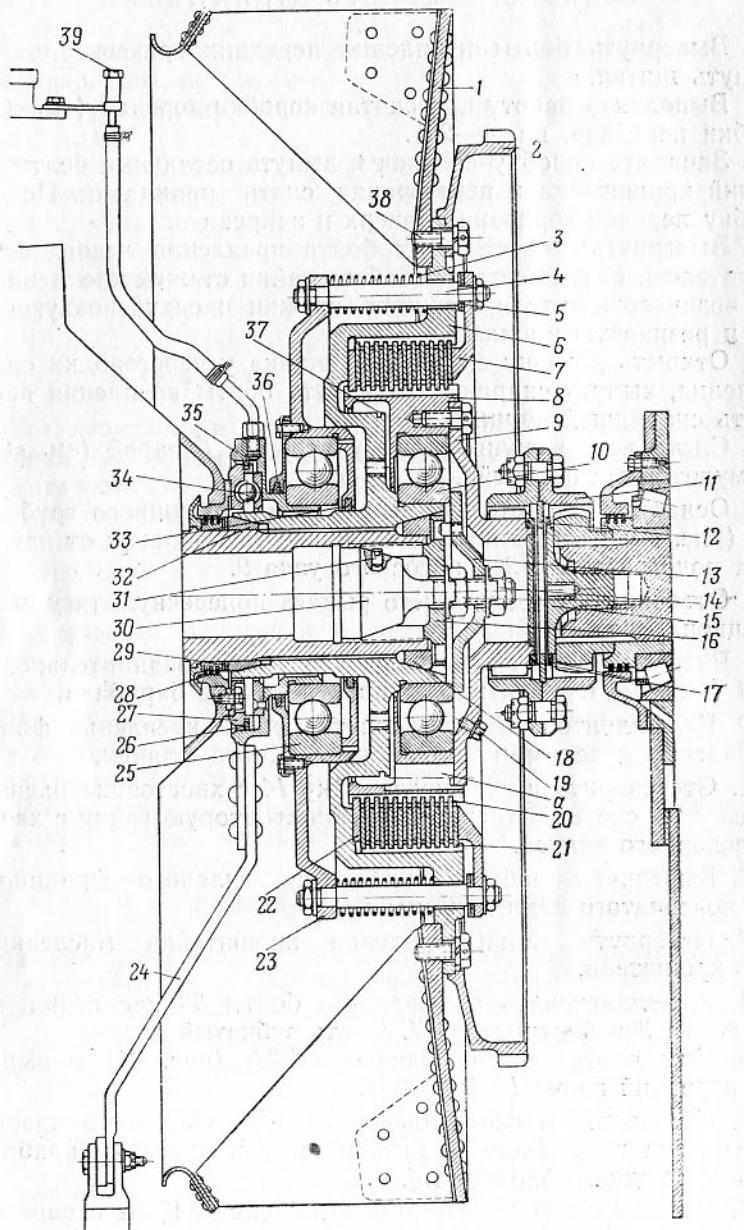
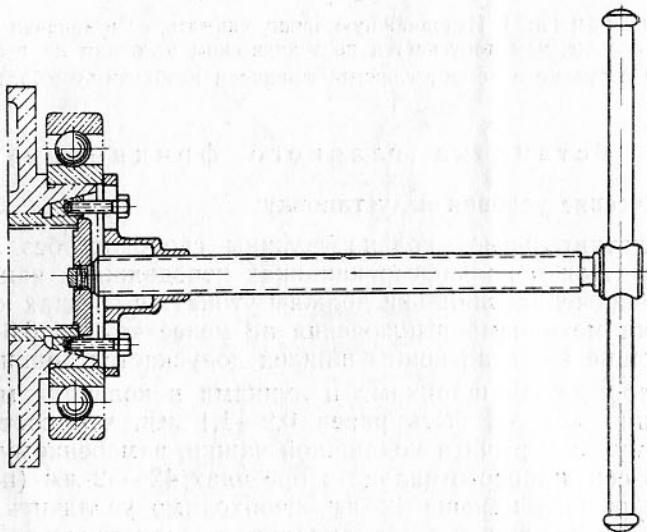
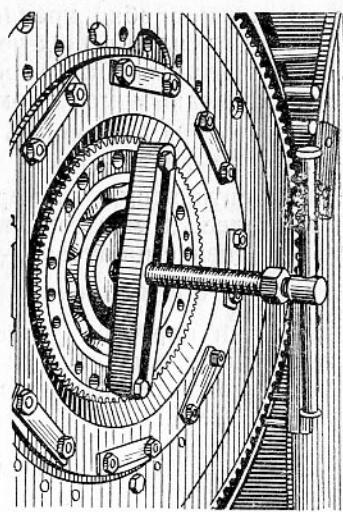
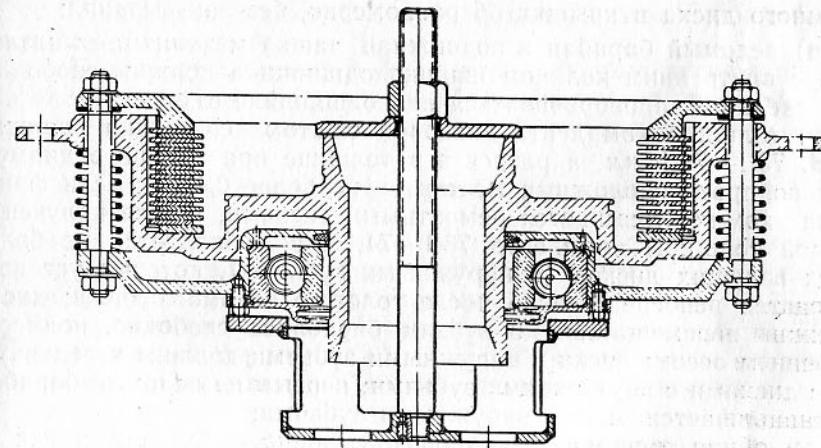

Рис. 33. Главный фрикцион (разрез):
Рис. 34. Установка приспособления УК-ЗА для спрессовки переднего конуса
Рис. 35. Установка приспособления УК-ЗА для спрессовки внутреннего (ведомого) барабана главного фрикционa
Рис. 39. Установка приспособления УК-9А для сжатия пружин главного фрикциона
9. Разъединить и снять переднюю часть соединительной муфты 11 (рис. 33) с зубчатки фланца 9 ведомого барабана.
15. Установить приспособление УК-3А (рис. 34) и выпрессовать передний конус 18 (рис. 33).
16. Установить приспособление УК-3А (рис. 35), закрепив его болтами фланца 9 (рис. 33), и спрессовать ведомый барабан 8 со ступицей ведущего барабана 6.
18. Снять задний конус 32 (рис. 33) и регулировочные прокладки 29 с носка коленчатого вала. Собрать шарики 34.
18. Установить между частями соединительной муфты 11 (рис. 33) два резиновых кольца 17 и одно проставочное кольцо 12 и закрепить части соединительной муфты болтами с гайками. Гайки зашплинтовать шплинтами.
гулировочных шайб 5 (рис. 33) с пальцев 4 отжимного диска или заменой комплекта дисков трения (см. «Замена дисков главного фрикционa»).
1. Выпрессовать из шарикоподшипника 25 (рис. 33) отжимного диска 23 подвижную чашку 35 механизма выключения.
4. Установить (рис. 39) ведущий барабан в сборе на приспособление УК-9А нажимным диском вверх и сжать пружины.
5. Отстопорить и отвернуть гайки крепления нажимного диска 7 (рис. 33), снять стопорные планки, нажимной диск и регулировочные шайбы 5 с пальцев 4.
1. Запрессовать шарикоподшипник 25 (рис. 33) в отжимной диск 23 (см. Технические условия, п. а).
4. Установить отжимной диск 23 на приспособление УК-9А (рис. 39) пальцами 4 (рис. 33) вверх. Надеть на пальцы пружины 3. Вставить ведущий барабан 6 ступицей в отжимной диск.